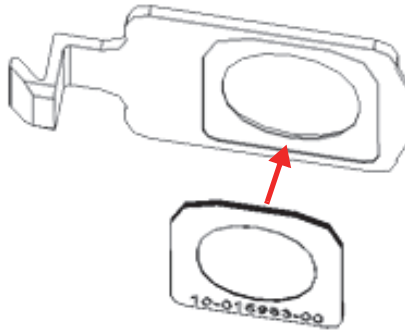

图 4-8 将新窗口与面板对齐
2. 对齐窗口，并小心地将其按压到面板上（参见第61页的图 4-8）。